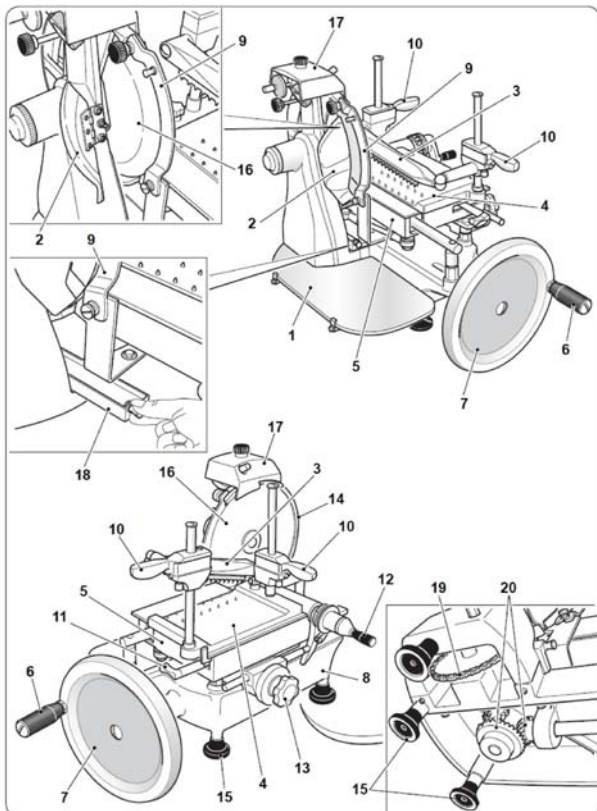

Fig. 2
- Limpie todas las piezas desmontadas y el cuerpo de la máquina sólo agua caliente (a una temperatura no inferior a 30 ° C) y un detergente lavavajillas biodegradable espumosa. Utilice un paño suave y esponjoso, si es necesario, un cepillo de nylon para las áreas de puntas del soporte de producto (Fig. 2, # 4) y el empujador (Fig. 2, # 3).
La base (Fig. 2, No. 8) y las piezas pintadas se puede limpiar con un paño suave y evitando el uso de detergentes abrasivos.
**ADVERTENCIA: SIEMPRE limpiar la hoja (Fig. 2, # 16) con el protector de la hoja (Fig. 2, No. 9) equipados.**
No utilice detergentes para limpiar la hoja (Fig. 2, No. 16).
- **Engrasar carril de guía de carro (Fig. 2, nº 5) y el soporte del producto (Fig. 2, # 4) y los puntos de lubricación.**
- **Engrasar la cadena (Fig. 2, # 19) y el engranaje cónico (Fig. 2, No. 20).**
- Afilan la hoja (Fig. 2, No. 16) de forma periódica o por lo menos una vez cada 6 meses.
- Retire la bandeja de recogida de grasa (Fig. 2, # 18) y el aceite de la boquilla (figura 29).
**ADVERTENCIA: SIEMPRE trabajar con el protector de la hoja (Fig. 2, No. 9) equipados adecuadamente.**
- Girar el volante (Fig. 2, # 7) mientras pulsa el botón "X" y llevar a cabo alrededor de 20 a 30 revoluciones blade.
- Girar el volante (Fig. 2, # 7) de nuevo mientras pulsa el botón de "K" y realizar 1 ó 2 vueltas de hoja.
- Levante la máquina de cortar y aplicar 3 a 4 gotas de lubricante suministrado a la cadena (Fig. 2, # 19) y los engranajes (Fig. 2, # 20).
**ADVERTENCIA:** Siempre consulte Omcán lo que respecta a la retirada y eliminación de la hoja (Fig 2, # 16.) Por lo que la eliminación puede realizarse con total seguridad.